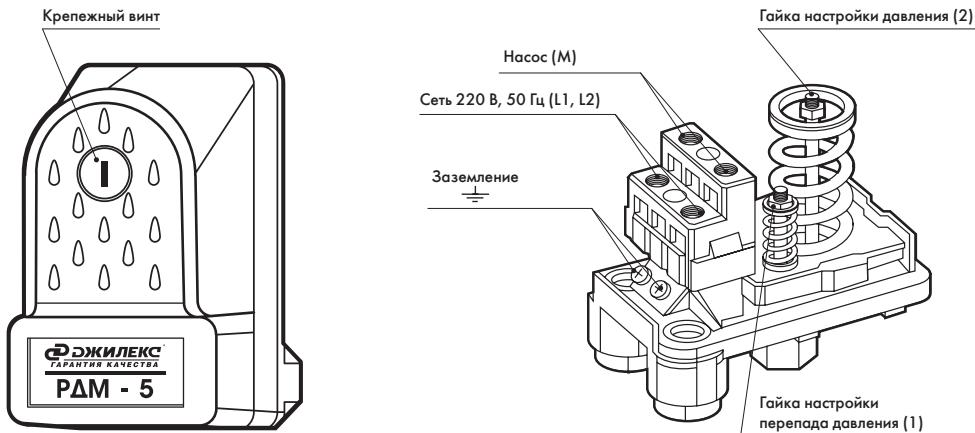

Рисунок 7
- отвинтить крепежный пластмассовый винт (рисунок 7), снять крышку реле. Регулировка верхнего и нижнего предела давления РДМ-5 осуществляется гайкой (2), фиксирующей положение пружины (рисунок 7). Чтобы увеличить значение верхнего и нижнего предела давления, необходимо закручивать гайку по часовой стрелке.